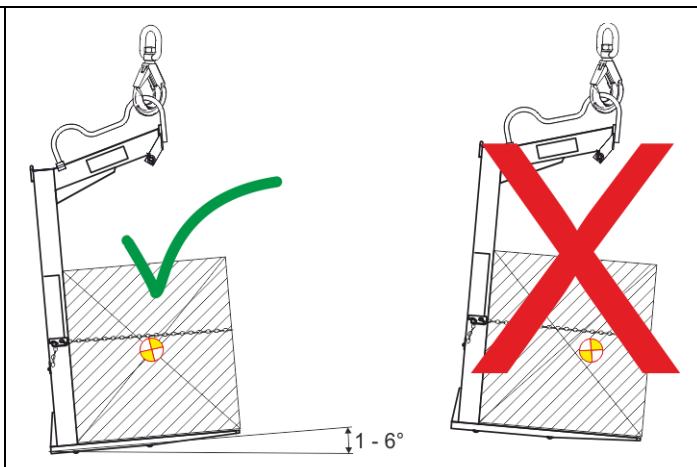

Abb. 3 Lastschwerpunkt Doppelbügel
- ⇒ Korrekte Lage der Krangabel ↪ Abb. 3 kontrollieren.